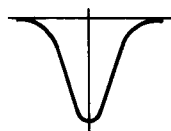

Fig. 11
**Remarque 1:** Si le signal provenant du générateur de balayage est faible, assurez-vous que la forme d'onde devienne maximale et symétrique comme indiqué en fig. 11.